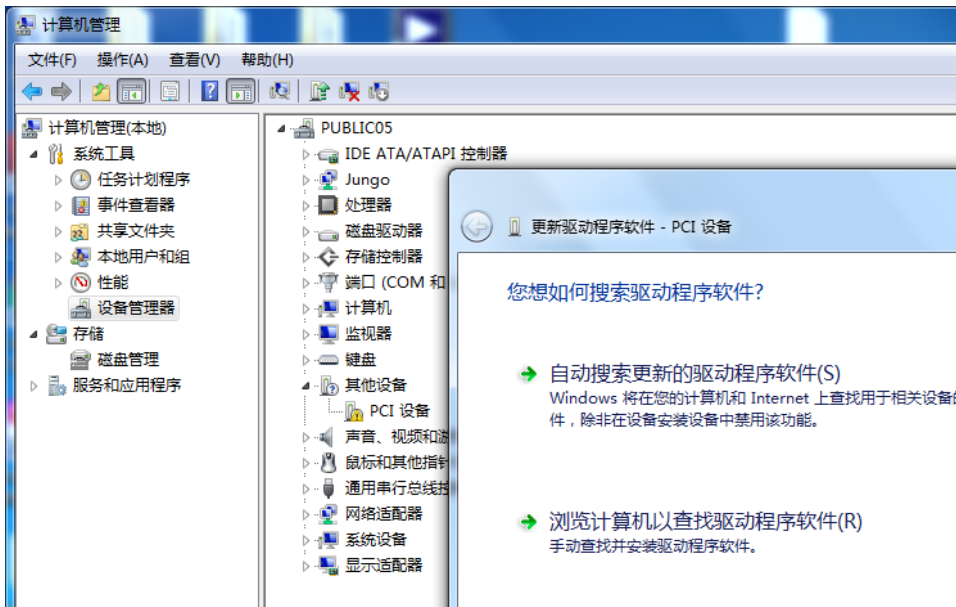
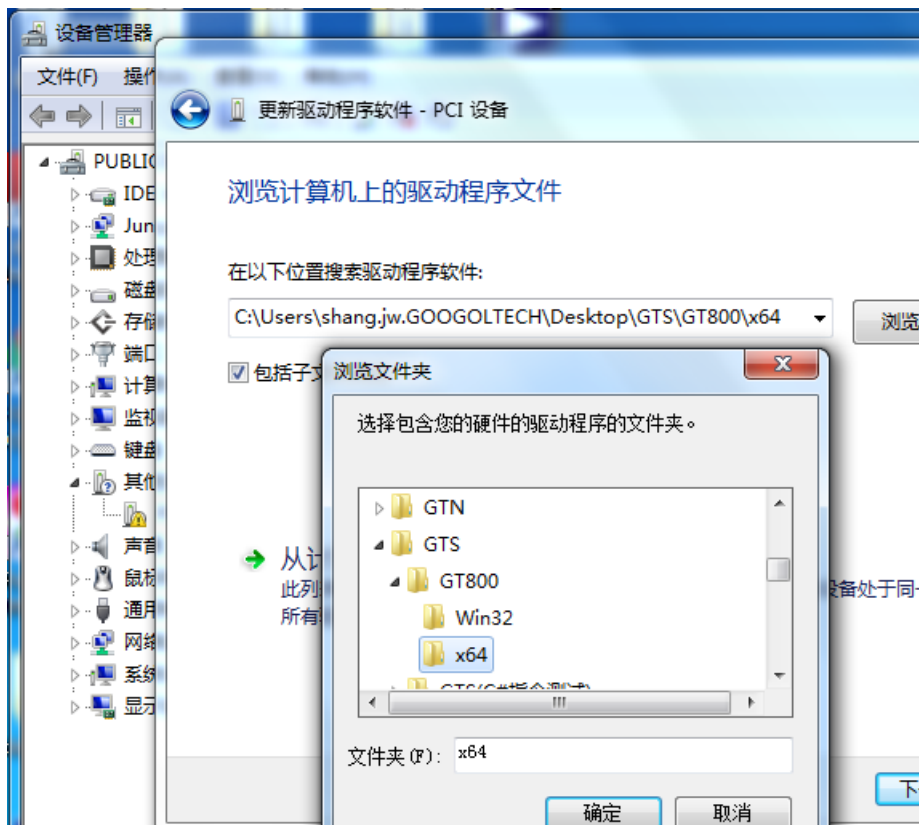
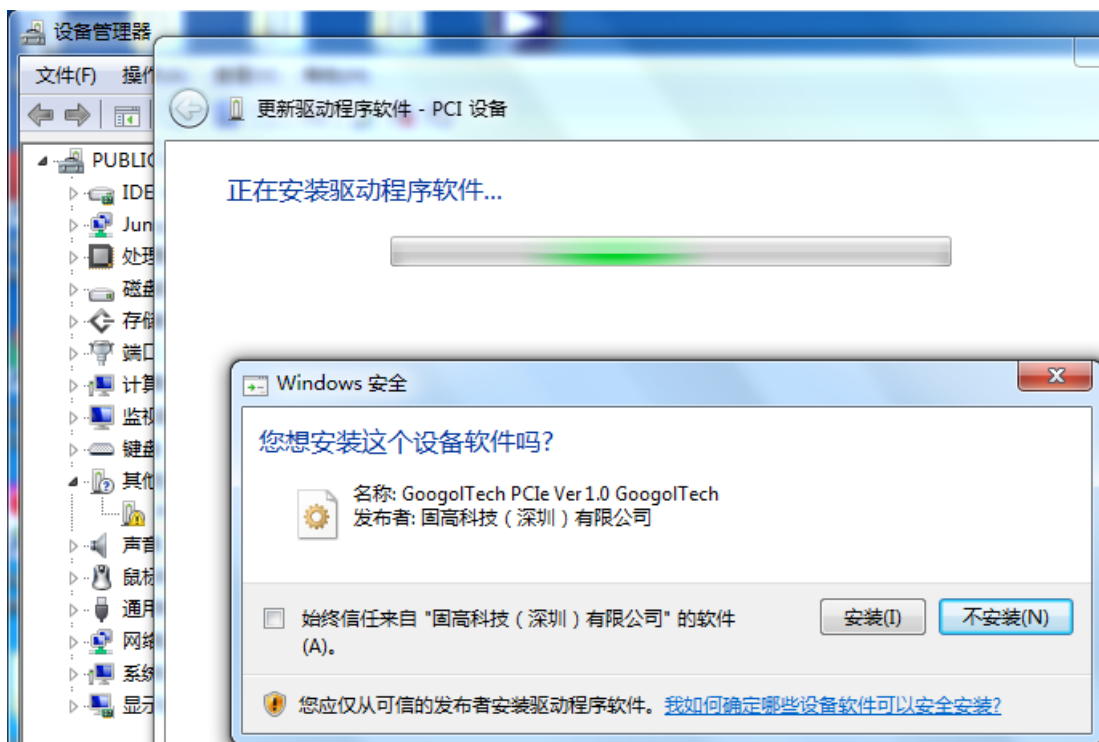
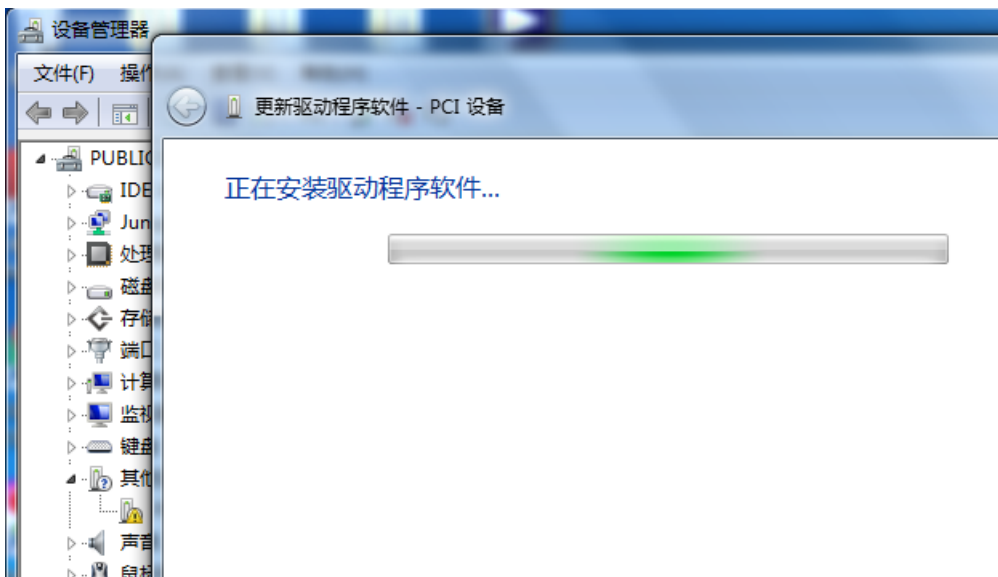

图 2-12 运动控制卡驱动程序安装界面 2
图 2-13 运动控制卡驱动程序安装界面 3
图 2-14 运动控制卡驱动程序安装界面 4
图 2-15 运动控制卡驱动程序安装界面 5
- (2) 将驱动程序下载后解压，示例中将驱动程序解压到桌面...\GTS\...中。
- (3) 右击【PCI设备】，点击【更新驱动程序软件】，显示界面如图2-12所示。
- (4) 在图2-12所示的界面中，点击【浏览计算机以查找驱动程序软件】，在弹出的界面中点击【浏览】，找到驱动程序所在的位置（本电脑为64位操作系统，故安装64位驱动程序，若用户电脑为32为操作系统，则安装相应的32位驱动程序），选中后点击【确定】，如图2-13所示。
- (5) 在找到驱动程序所在位置之后，在图2-13所示的界面中点击【下一步】，弹出如图2-14所示的提示界面，勾选“始终信任来自‘固高科技（深圳）有限公司’的软件（A）”后，点击【安装】按钮，驱动安装过程中如图2-15所示。
端子板的CN16接用户提供的外部电源，板上标有“+24V”的端子接外部电源+24V，标有OGND的接外部电源地，标有“FG”的接大地，SGND用于特殊情况下的信号地连接。CN10端子上标注的OVCC在端子板内部直接与+24V相连，接线图2-14。
根据实际控制需求将端子板及驱动器连接好，整体如图2-15。具体连接方式请参考“3 硬件连接”。